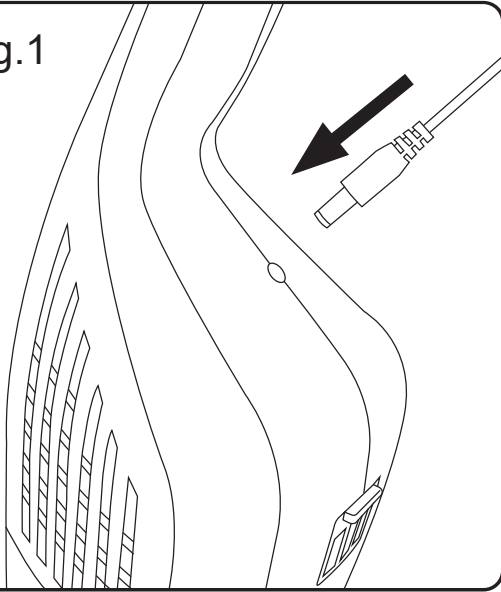

Fig.2
- Nacisnąć przycisk wyjęcia odkurzacza ręcznego (H) z głównej obudowy (E) odkurzacza szczotki. (Fig. 2)
- Uruchomić urządzenie, używając przycisku ON/OFF. (I)